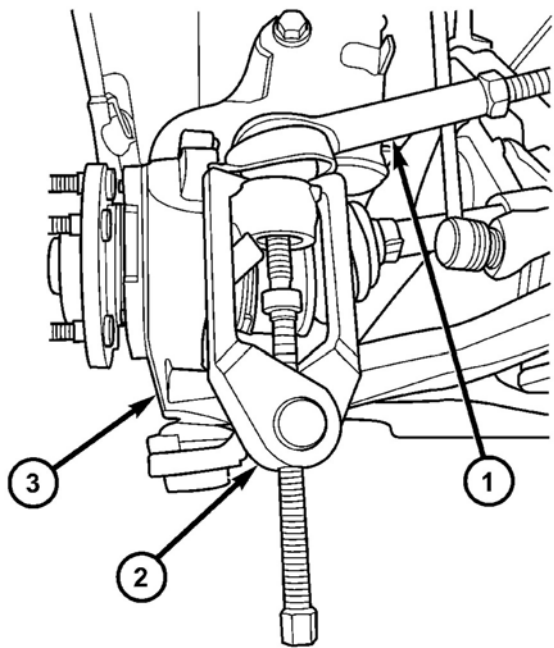

图 5 用工具 C-3894-A 卸下转向横拉杆
(11) 卸下将泄漏检测泵固定到托架横梁加强件上的螺栓。（参见 25—排放控制/蒸发排放物/泄漏探测泵—拆卸）
(12) 用拉拔器（专用工具 C-3894-A）从转向节卸下两侧的外转向横拉杆（图 5）。